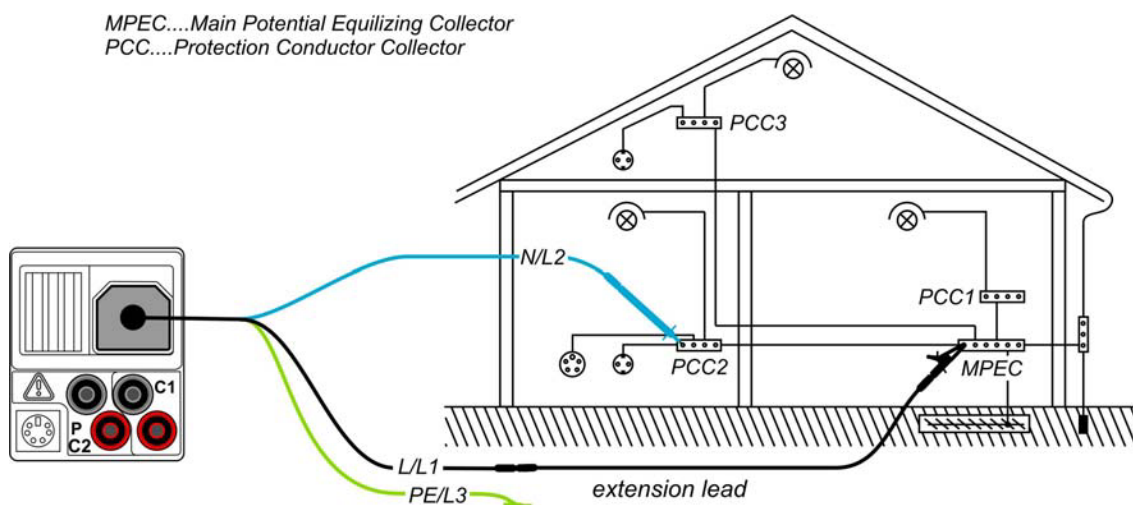

Bild 5.9: Anschluss des Universal-Prüfkabels mit optionaler Verlängerungsleitung
- **Schließen** Sie die Prüflleitungen an der entsprechenden Schutzerde-Verdrahtung an (siehe Bild 5.9).